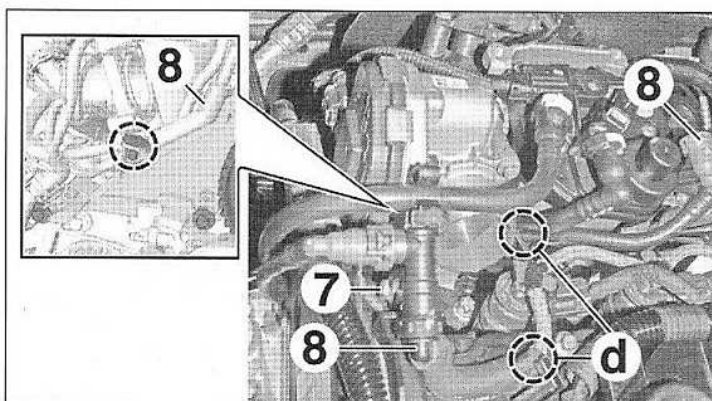

FIG.87
- Libérer les canalisations de carburant en (d) (Fig.87).
- Déposer la vis (7).
- Débrancher, dégrafer et écarter les canalisations de retour de carburant (8).